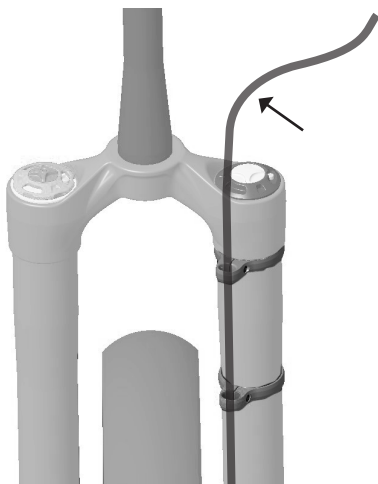
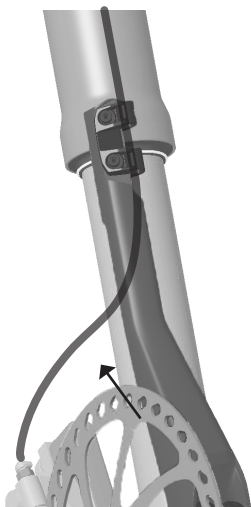

图 16: 上刹车油管导槽上方有足够的油管长度
图 17: 刹车油管穿过刹车油管导槽并进入桅杆的完整视图
5. 确认上刹车导槽至刹车手柄的刹车油管长度充足 (图 16)。确认刹车油管卡扣和刹车钳之间的刹车油管呈平滑弧形 (图 17)。在前叉压缩过程中, 刹车油管的各段不得受挤压。